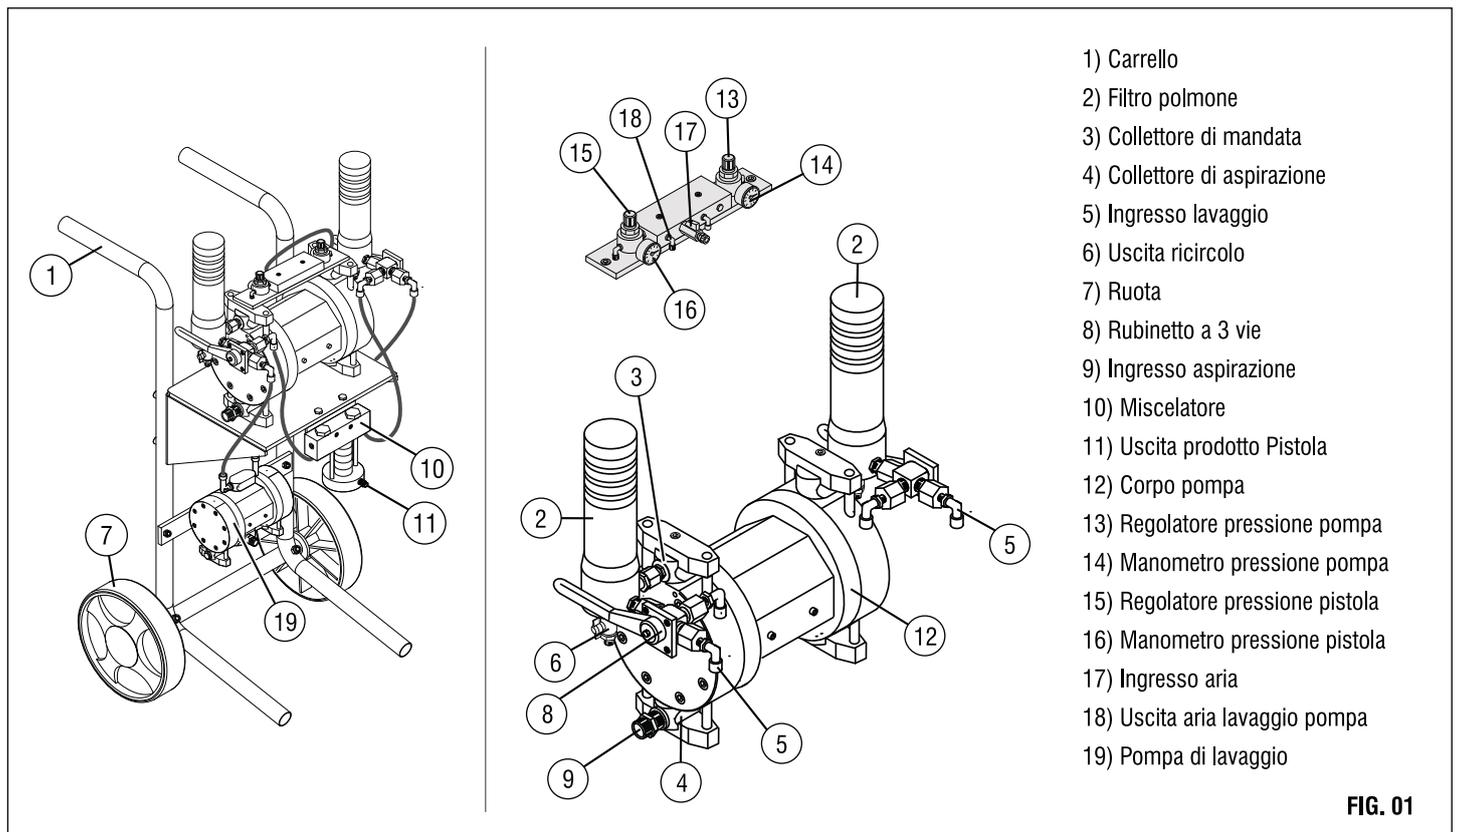

FIG. 01
3.1 ELEMENTI PRINCIPALI (FIG. 01)